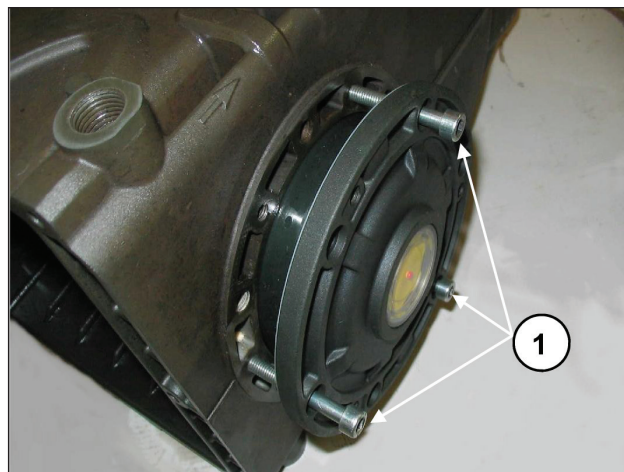

Fig. 8
Antes de montar as coberturas laterais, certifique-se da presença dos anéis circulares de estanqueidade em ambos os anéis de calço somente sobre a cobertura lateral da luz-piloto. Para facilitar a entrada da primeira seção e o relativo inserimento das tampas no cárter, é aconselhável o uso de 3 parafusos M6x40 parcialmente roscados, (Fig. 8, pos. ①) para depois completar a operação com os parafusos fornecidos (M6x16).
Para a aproximação de duas coberturas laterais no cárter, pode-se usar 3 parafusos M6x40 para uma primeira fase de orientação, como já indicado anteriormente (Fig. 8), e os parafusos previstos para a fixação final.